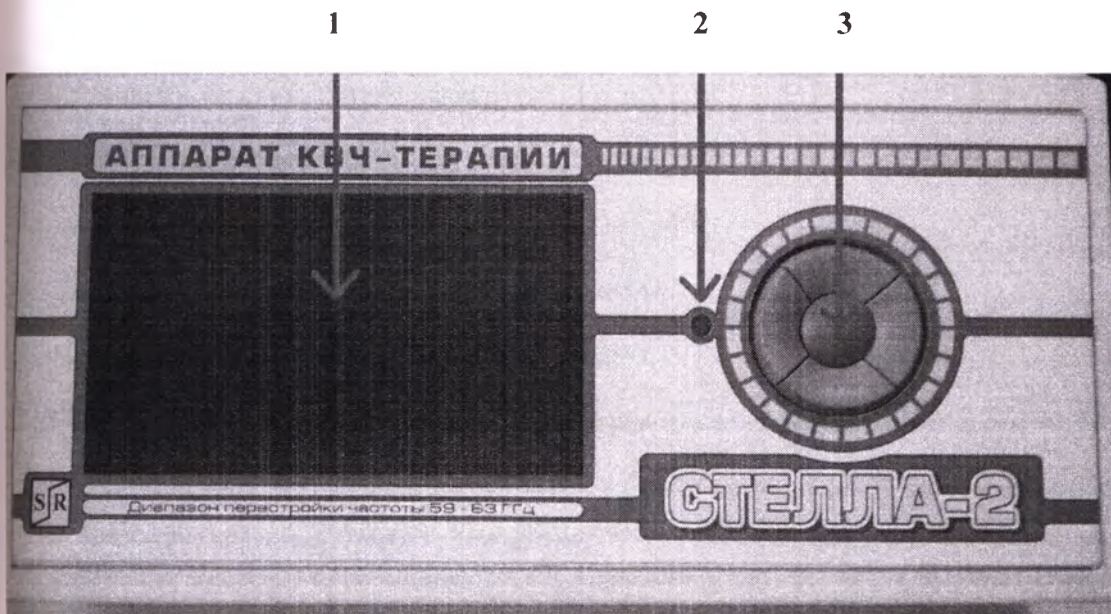

Рис.1 Передняя панель аппарата «Стелла-2» и Стелла-2 исполнение 01 блок генерации
5.1.2. На передней панели аппарата (рис.1) размещены органы управления и индикации.
Для проверки работоспособности аппарата и осуществления измерений активный и пассивный электроды подключаются к соответствующим гнездам (см. рис.1). Включенный аппарат с разомкнутыми активным и пассивным электродами (при разомкнутой внешней цепи) должен показывать по шкале индикатора "0" у.е.. При замкнутых накоротко активном и пассивном электродах индикатор должен показывать 100 у.е..